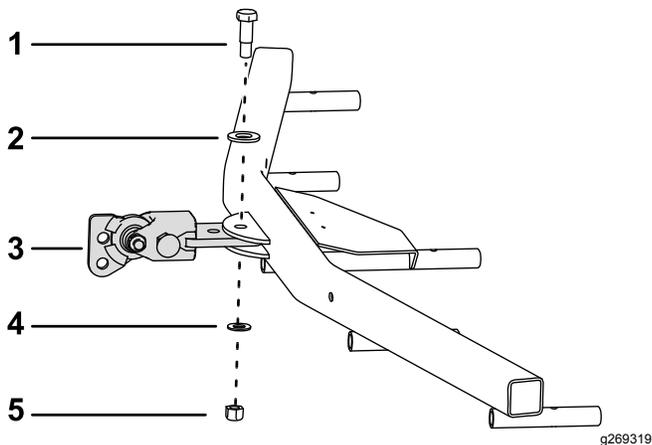

Bild 7
1. Montieren Sie die Kugelhängevorrichtung wie in Bild 7 dargestellt am Federrechen.